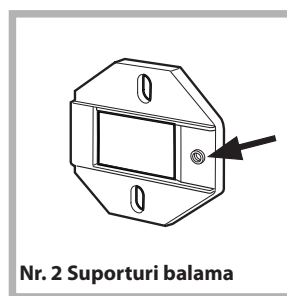

Fig. 1
- Montați suporturile de balama pe partea frontală poziționând orificiul indicat printr-o săgeată în fig. 1 spre partea interioară a părții frontale interpunând un distanțier (fig. 4/B), cu ajutorul unui șurub de tip C.